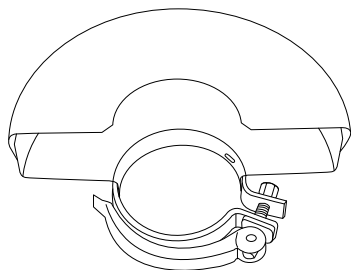

Fig. 4, carter de protection pour la coupe [13]
- > Utilisez le carter de coupe [13] fermé pour les applications de tronçonnage (Fig. 4).